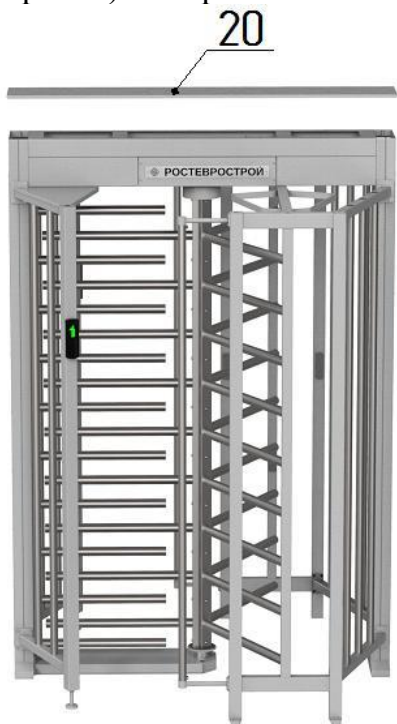

Рис. 7
#### 5. Окончательная сборка (рис.7, 8):
– установите на место крышку **20** (выполнить после подключения турникета и проведения, при необходимости, режима калибровки) и закрепите винтами М4 (рис.7).